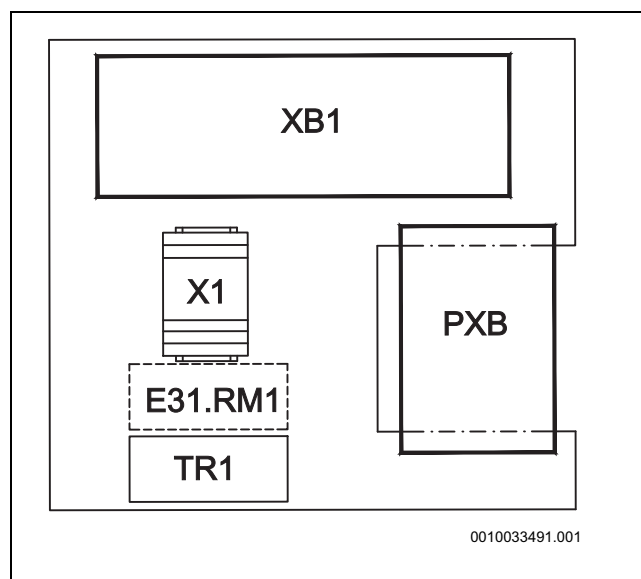

Bild 17
- Ein Taupunktsensor in der Nähe der Kühlstation am Vorlaufrohr montieren. Bei einer Installation mit Fussbodenheizung (→ Kapitel 4.1) kann ein Taupunktsensor ebenfalls am Vorlaufrohr des Regelverteilers positioniert werden. Die Taupunktsensoren werden an dem Taupunktmelder in der Kühlstation angeschlossen. Der Taupunktmelder wird als Zubehör zwischen dem Transformator und der Anschlussreihe installiert (→ Bild 17, Seite 17).